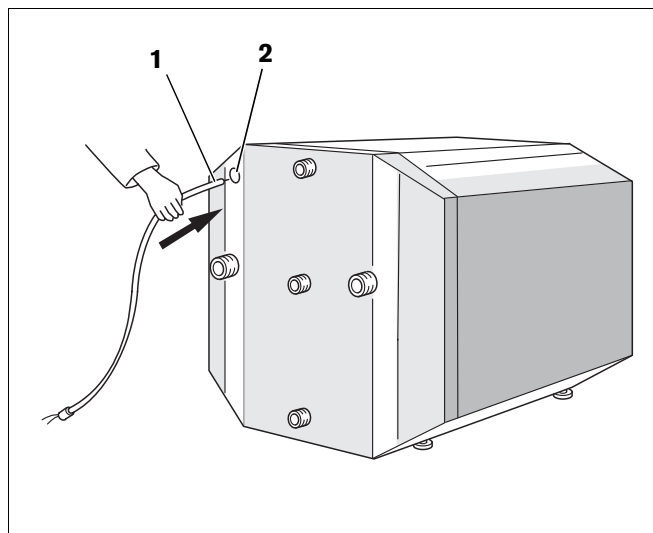

Fig. 9 Monter la sonde de température
- Introduire la sonde de température (fig. 9, **pos. 1**) à l'arrière du préparateur dans la perforation du chemin de câbles (fig. 9, **pos. 2**).